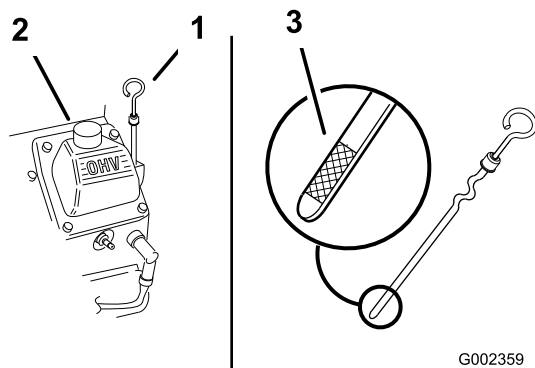

Рисунок 16
2. Очистите поверхность вокруг масляного щупа (Рисунок 16), чтобы загрязнения не могли попасть в заливное отверстие и привести к повреждению двигателя.
3. Выньте масляный щуп, до конца вытрите его и затем снова вставьте до упора (Рисунок 16).
Уровень масла должен быть у отметки Full («Полный») на металлическом конце масляного щупа (Рисунок 16).
5. Если уровень масла ниже метки Full («Полный»), снимите крышку заливной горловины (Рисунок 16) и добавляйте масло, пока его уровень не достигнет отметки Full («Полный») на щупе. **Не допускайте переполнения.**